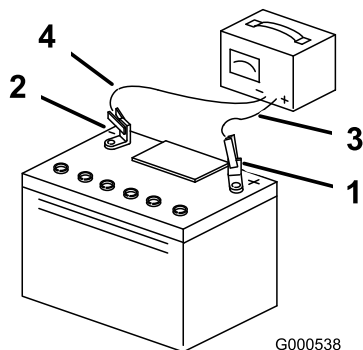

Figure 35
3. Quand la batterie est chargée au maximum, débranchez le chargeur de la prise, puis débranchez les fils du chargeur des bornes de la batterie (Figure 35).